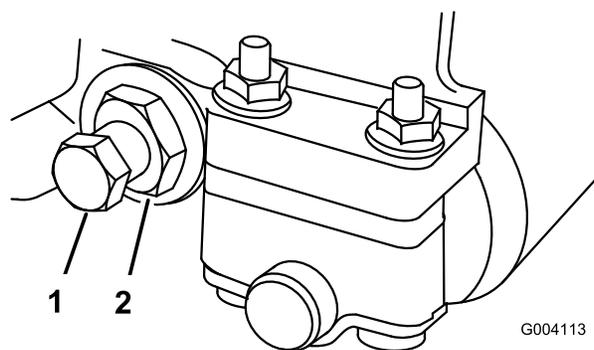

Figure 66
2. Faites sortir l'écrou de tension du ressort jusqu'à ce que la rondelle ne soit plus tendue contre la barre d'appui (Figure 66).
3. De chaque côté de la machine, desserrez l'écrou de blocage qui maintient le boulon de la barre d'appui (Figure 66).